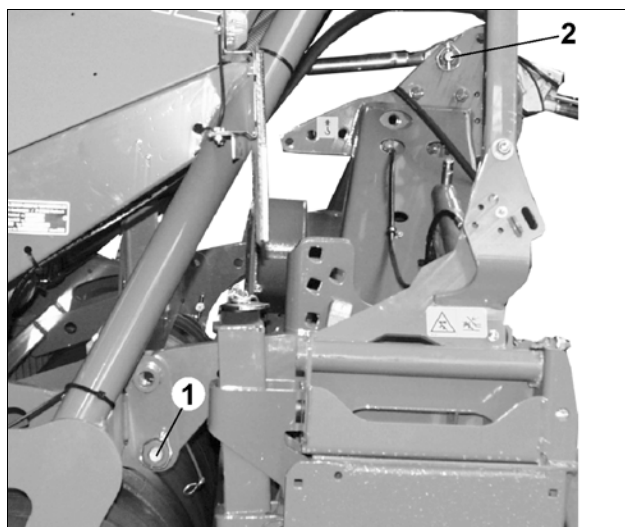

Fig. 21
- Boltene i bærearmerens fæste (Fig. 21/1) sikres i begge sider og spændes ved hjælp af cylinderskrue og møtrik.
- Topstangens bolt (Fig. 21/2) sikres og splitboltene sikres med ringsplitter.